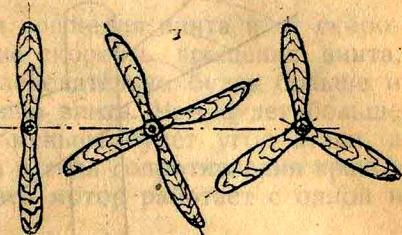

Рис. 52.
2) по числу лопастей (двухлопастные, трехлопастные и четырехлопастные) (рис. 52);